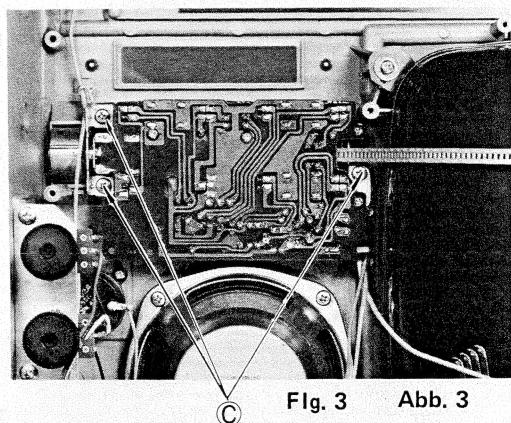

Fig. 3 Abb. 3
2. Remove 3 screws **C** as shown in Fig. 3.
2. Die in Abb. 3 gezeigten 3 Schrauben **C** entfernen.